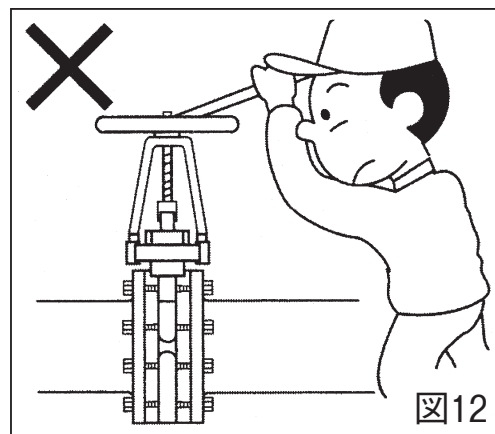

図12
X. 手動式のバルブを開閉するために二次的な道具(例：ハンドル回し等)を使用しないでください。バルブ損傷の原因となります。(図12)